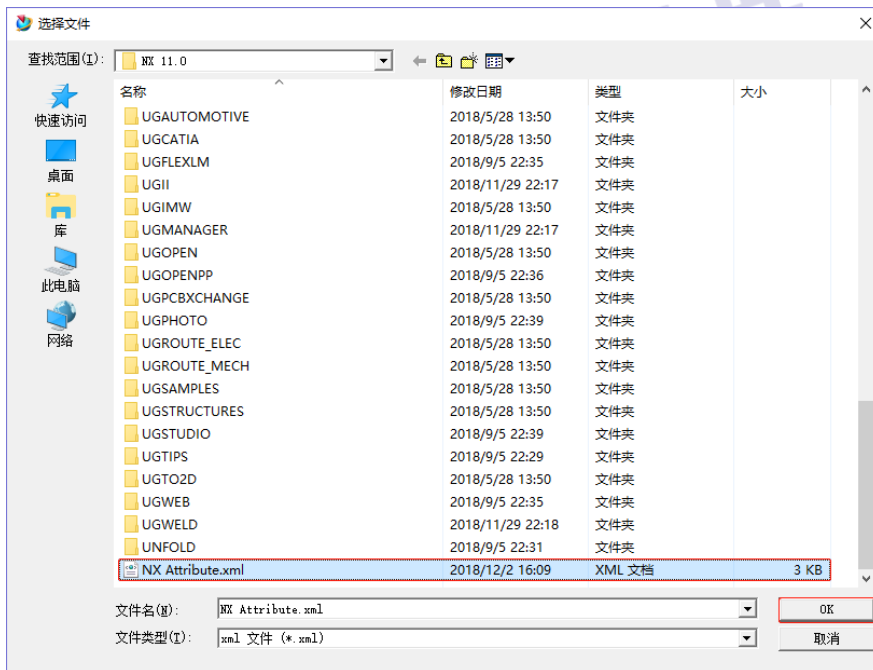

图 5
5. 将文件路径定位 NX 安装目录下，选择我们刚刚创建的属性模板配置文件，点击 OK，如下图 5 所示：